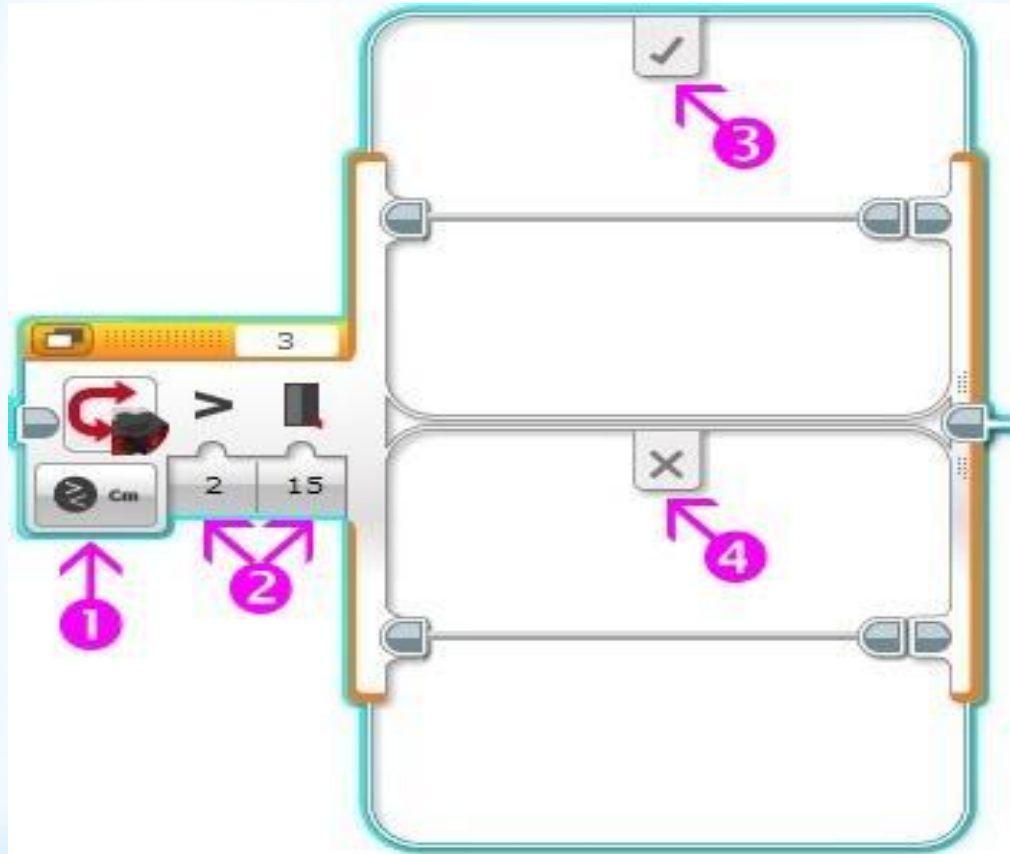

Рис. 3
- * Мы уже знаем, что за организацию выбора выполняемых блоков в зависимости от условия отвечает программный блок "Переключатель" Оранжевой палитры. Установим для блока "Переключатель" режим "Ультразвуковой датчик" - "Сравнение" - "Расстояние в сантиметрах" (Рис. 3 поз.1). Параметр "Тип сравнения" блока "Переключатель" установим в значение "Больше"=2, а "Пороговое значение" определим равным 15 (Рис. 3 поз. 2). Такие настройки программного блока "Переключатель" приведут к следующему поведению программы: При показаниях ультразвукового датчика больше 15 см будут выполняться программные блоки, помещенные в верхний контейнер (Рис. 3 поз. 3), в противном случае будут выполняться программные блоки, помещенные в нижний контейнер(Рис. 3 поз. 4).